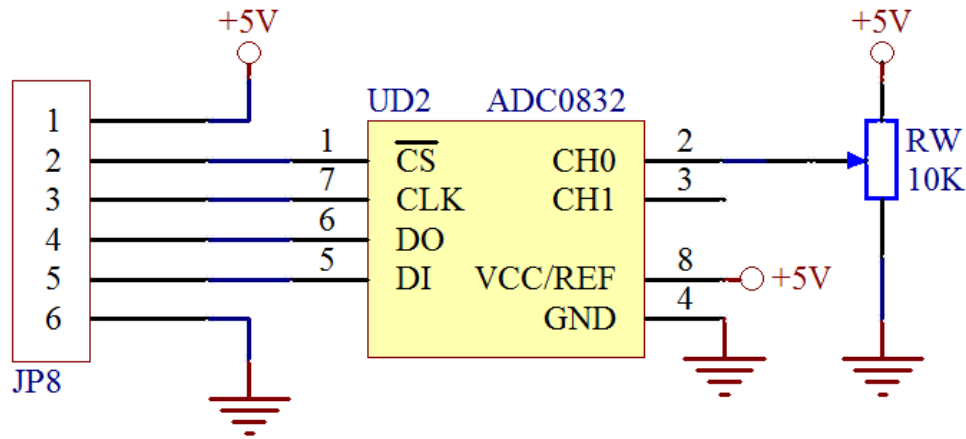

图 1 直流电压测量模块外围电路图
(1) 外围接口功能电路图如图 1 所示，按照电路原理图使用 PROTEUS 软件完成电路仿真图绘制。